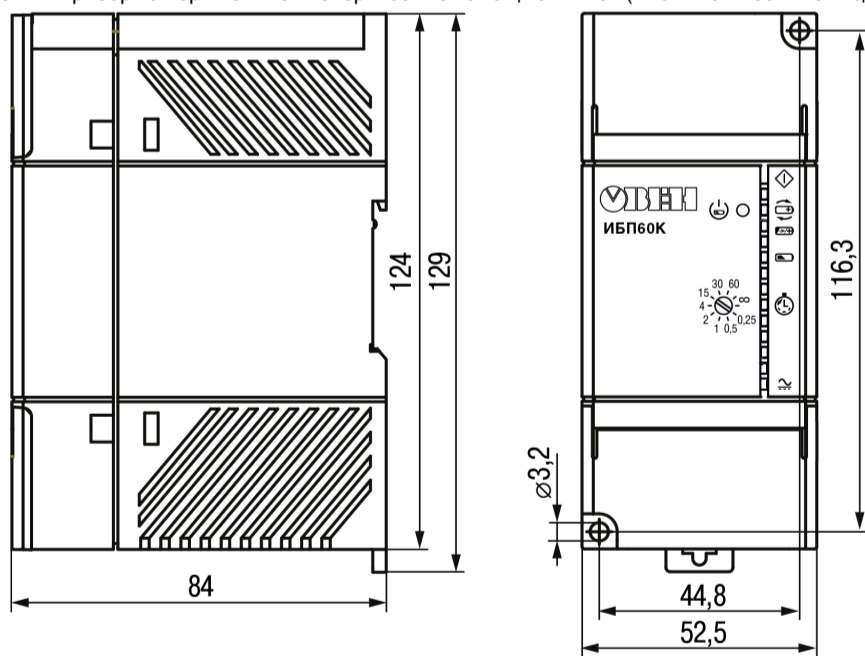

Рисунок 3 – Внешний вид, габаритные и установочные размеры прибора
На лицевой панели прибора (см. рисунок 3) расположена кнопка, шесть светодиодов и поворотный переключатель.
- Убедиться в наличии свободного пространства для подключения прибора и прокладки проводов (см. рисунок 3). Подготовить место на DIN-рейке.
- Убедиться в наличии свободного пространства для подключения прибора и прокладки проводов (см. рисунок 3).